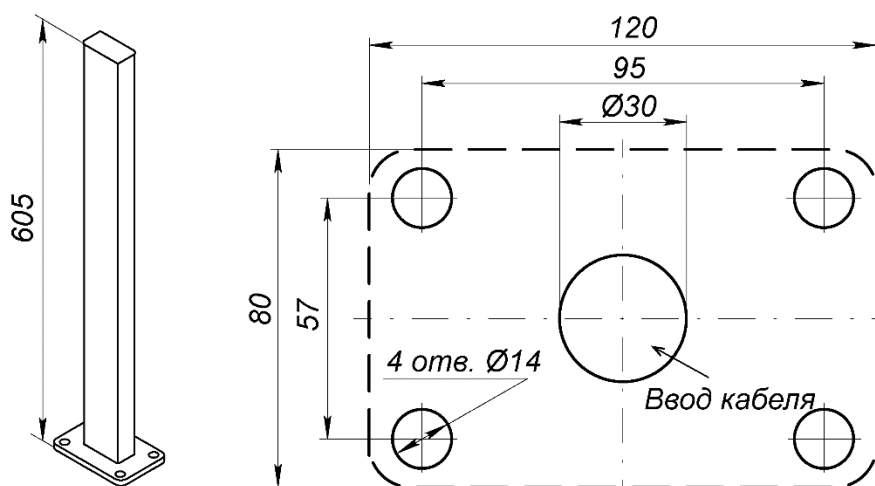

Рисунок 17. Внешний вид и схема разметки отверстий для установки PERCo-GDS1
Фотоэлемент безопасности может устанавливаться на стойке **PERCo-GDS1** (входит в дополнительный комплект поставки) (см. рис. 17).
2. Выполните в установочной поверхности отверстия под гильзы анкеров в соответствии со схемой разметки (см. рис. 17), а также штробы для проводов питания и соединения при необходимости. Размер отверстий на схеме указан для анкеров типа PFG IH8 («SORMAT»), при использовании других типов анкеров необходимо выполнять отверстия соответствующих им диаметра и глубины.